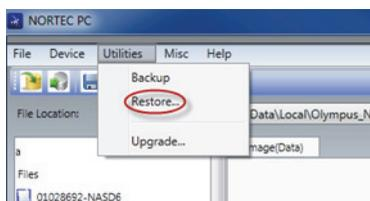

图 6-33 恢复指令
3. 在 NORTEC PC 软件的 **Utilities**（功用）菜单中，选择 **Restore**（恢复）（参见第 317 页的图 6-33）。